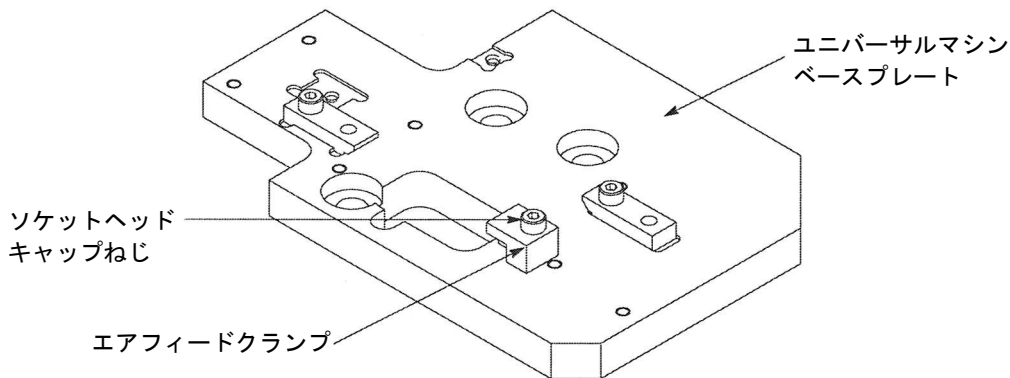

Fig. 22
- b. エアフィードキット 1424266-2 (ユニバーサルマシンベースプレート) 用として、ソケットヘッドキャップねじ (Fig. 22 に示されている) とエアフィードクランプ 1338963-1 を取り付けてください。次に後ろ左側のベースプレートクランプを取り外してください。